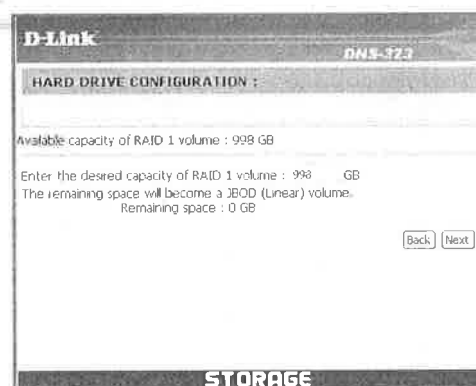

Figura 35: pantalla para seleccionar el tamaño del disco.
- Figura 35: Introducir el tamaño disponible del disco, de manera que en “Remaining space:” se muestre “0 GB”.